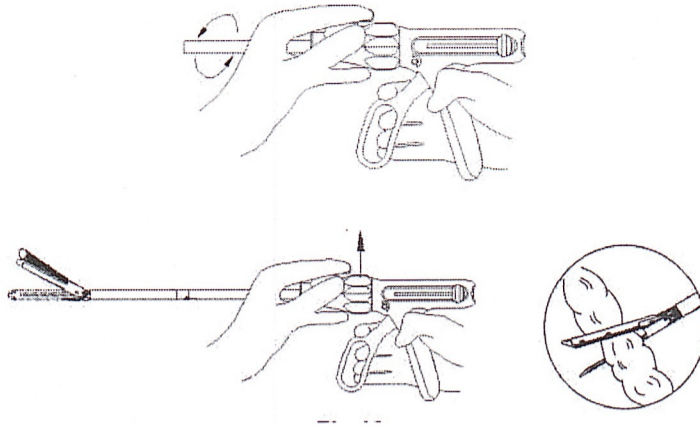

Fig.10
- 3 Ajuste la perilla de rotación y la palanca de articulación para posicionar las mordazas del instrumento sobre el tejido que se va a seccionar (Fig. 10).